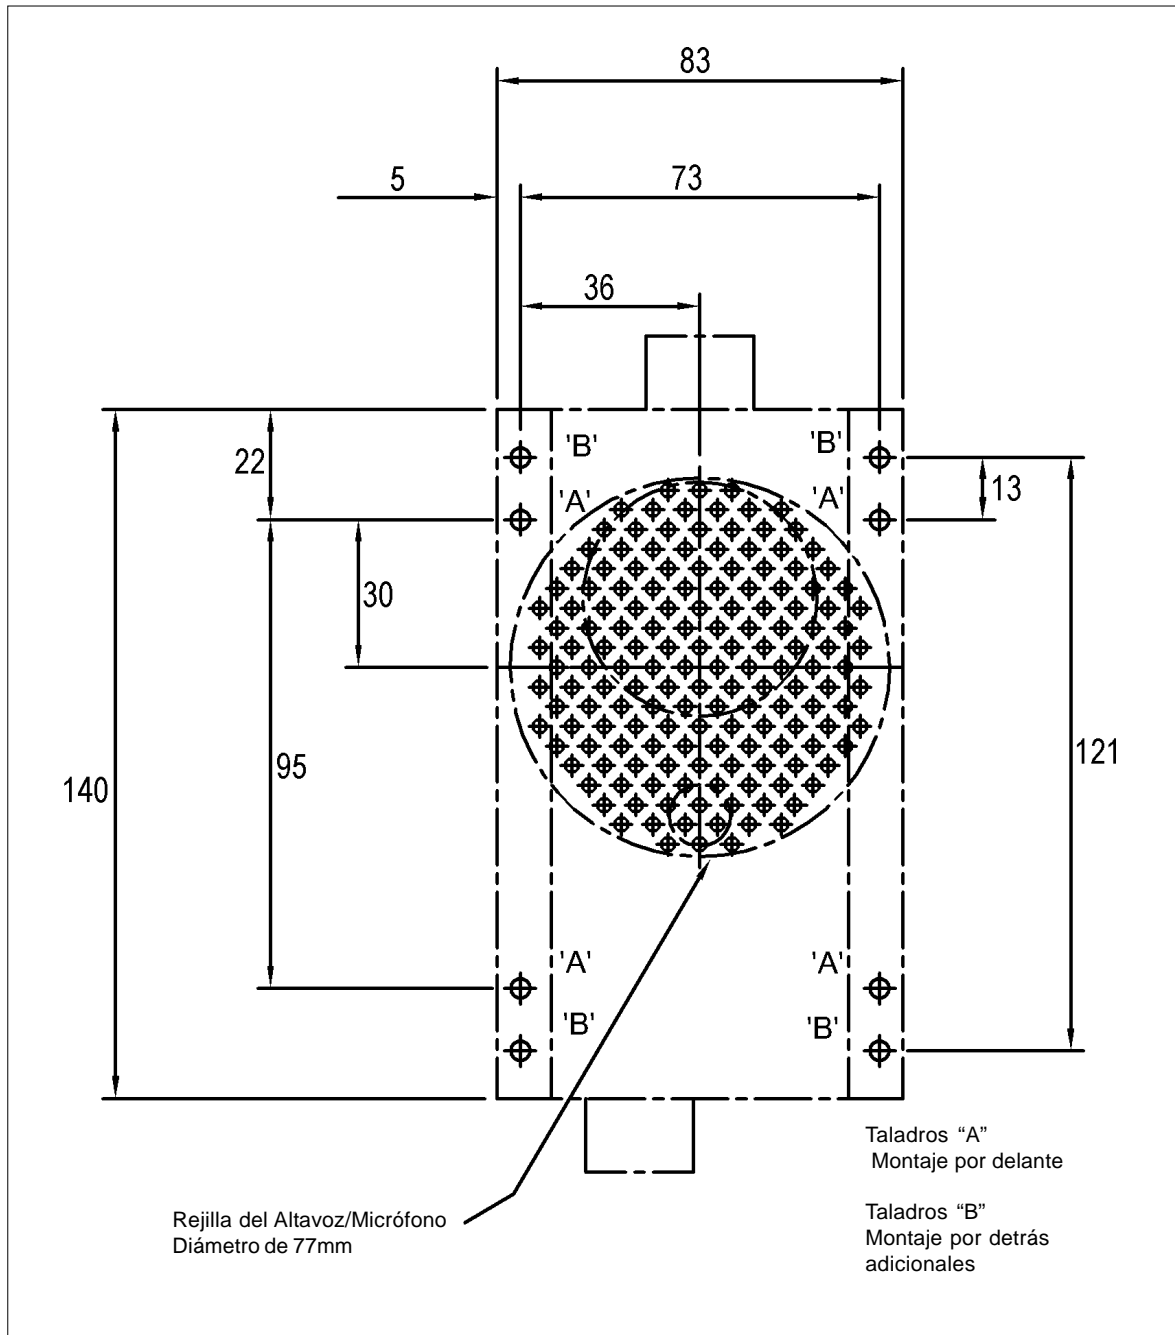

Fig 1: Instalación del G3X
**(A) INSTALACIÓN DEL G3X**
1. El G3X se monta en el panel de la cabina. Usar la Fig. 1 como una plantilla para hacer los taladros.